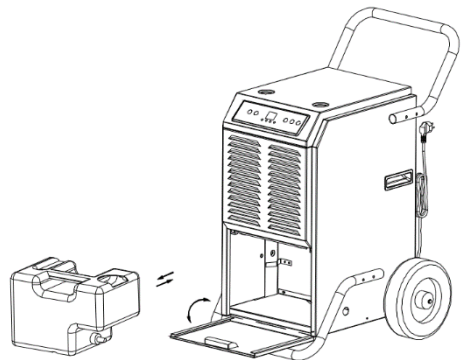

Abb. 1
- Den Deckel des Kondensatbehälters auf der Geräte-Vorderseite öffnen, den Behälter entnehmen und entleeren (*siehe Abb. 1*).